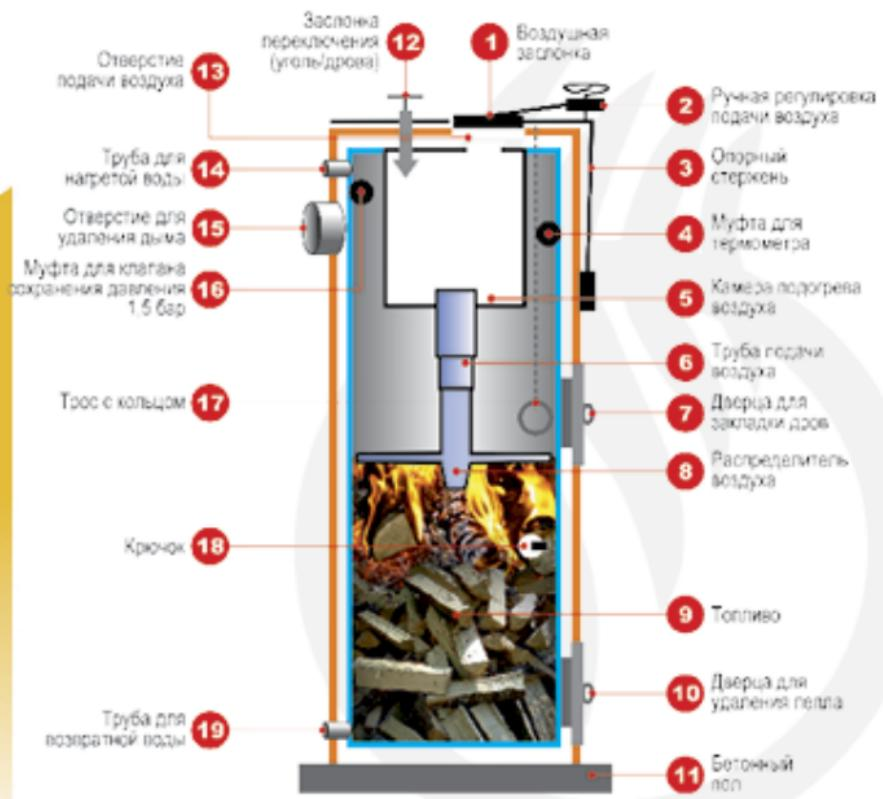

Рис. 1
Назначение распределителя воздуха (9) (рис.1) - правильно распределять воздух в зонах горения, которые расположены рядом с распределителем и под ним. Распределитель воздуха опирается на боковые дрова, которые не нагреваются до высокой температуры, и опуска-